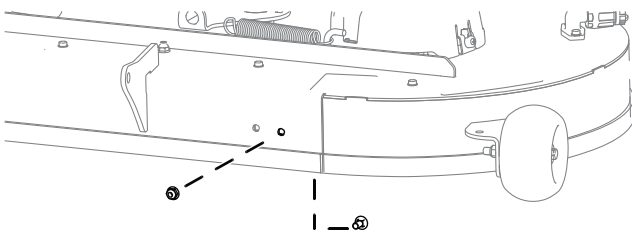

Figura 2
2. Sujete el lado izquierdo del deflector a la carcasa con 1 perno de cuello cuadrado (5/16" x 3/4") y una tuerca con arandela prensada (5/16"), como se muestra en la Figura 2. Apriete las fijaciones a mano.